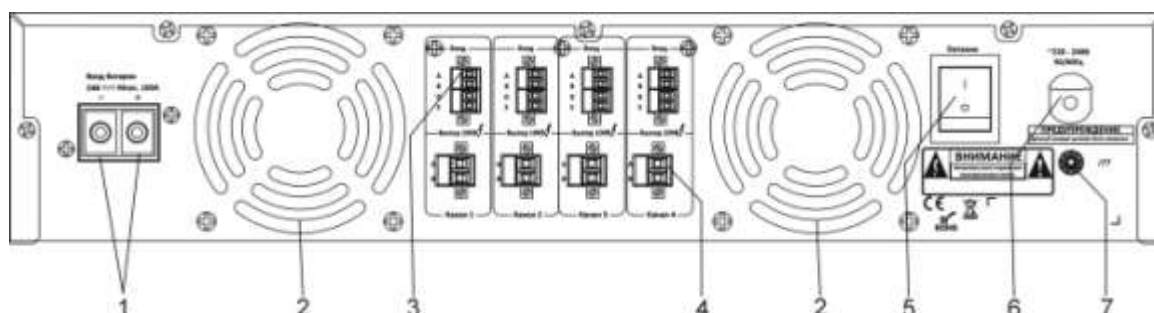

Рис. 3.3. Задняя панель усилителя мощности LPA-EVA-4500
1. На Рис. 3.3 приведена схема задней панели усилителя мощности LPA-EVA-4500.